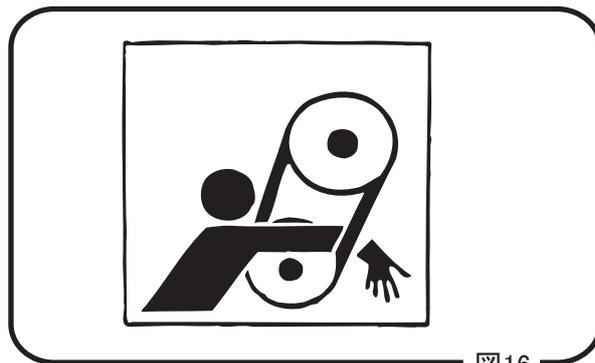

図16
- 3 手をベルトとクラッチ・プーリーの間に挟まないよう充分注意して下さい。怪我のおそれがあります。また、手には軍手をはめてください。(図16)